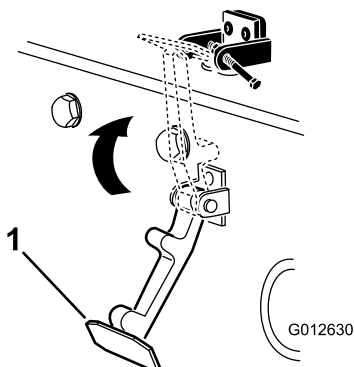

Figura 5
6. Prenda o trinco no suporte do trinco do capot (Figura 5).